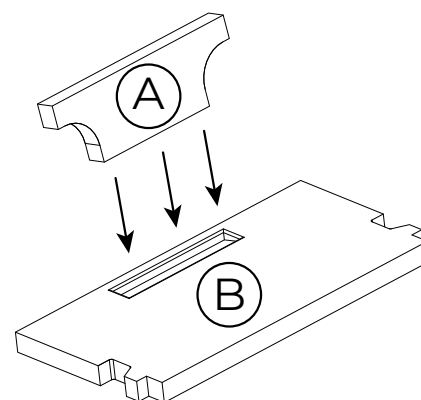

Fig. 7.6
Nota: el deflector superior (A) se encuentra en una ranura del deflector inferior (B) como en la Fig. 7.6